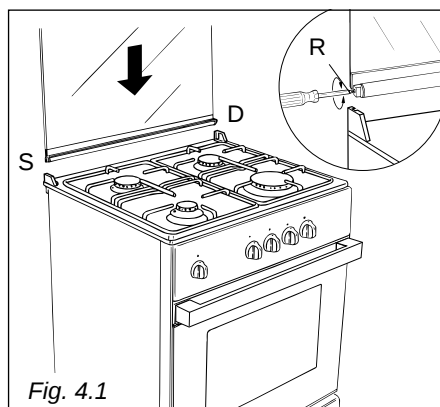

Fig. 4.1
- colocar a dobradiça “D” no lugar da direita e a dobradiça “S” no lugar da esquerda (fig. 4.1).
Deverá ficar suspenso se aberto a 45°. Eventualmente, regular a calibragem das molas com a ajuda de parafusos (R) (fig. 4.1).